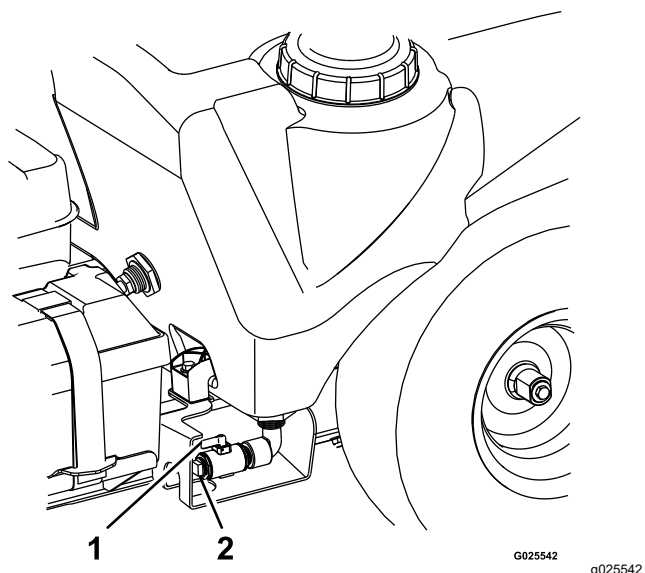

Figure 52
2. Enlevez le bouchon du robinet de vidange de la cuve du pulvérisateur (Figure 52).
- Tournez la manette du robinet de vidange dans le sens horaire de 90° pour vidanger la cuve (Figure 52).
- Fermez le robinet de vidange de la cuve, enlevez le flexible de vidange et remettez le bouchon de vidange sur le robinet (Figure 52).